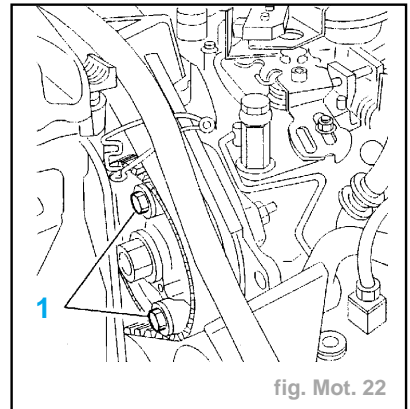

fig. Mot. 22
- Piger le pignon de pompe d'injection avec deux vis (1) M8 x 125 x 35 (fig. Mot. 22).
- l'écrou (2) fig. Mot. 22),
- Déposer les deux vis (1) de pigeage du pignon de pompe (fig. Mot. 22).
- Serrer l'écrou (2) à **5 daN.m.**